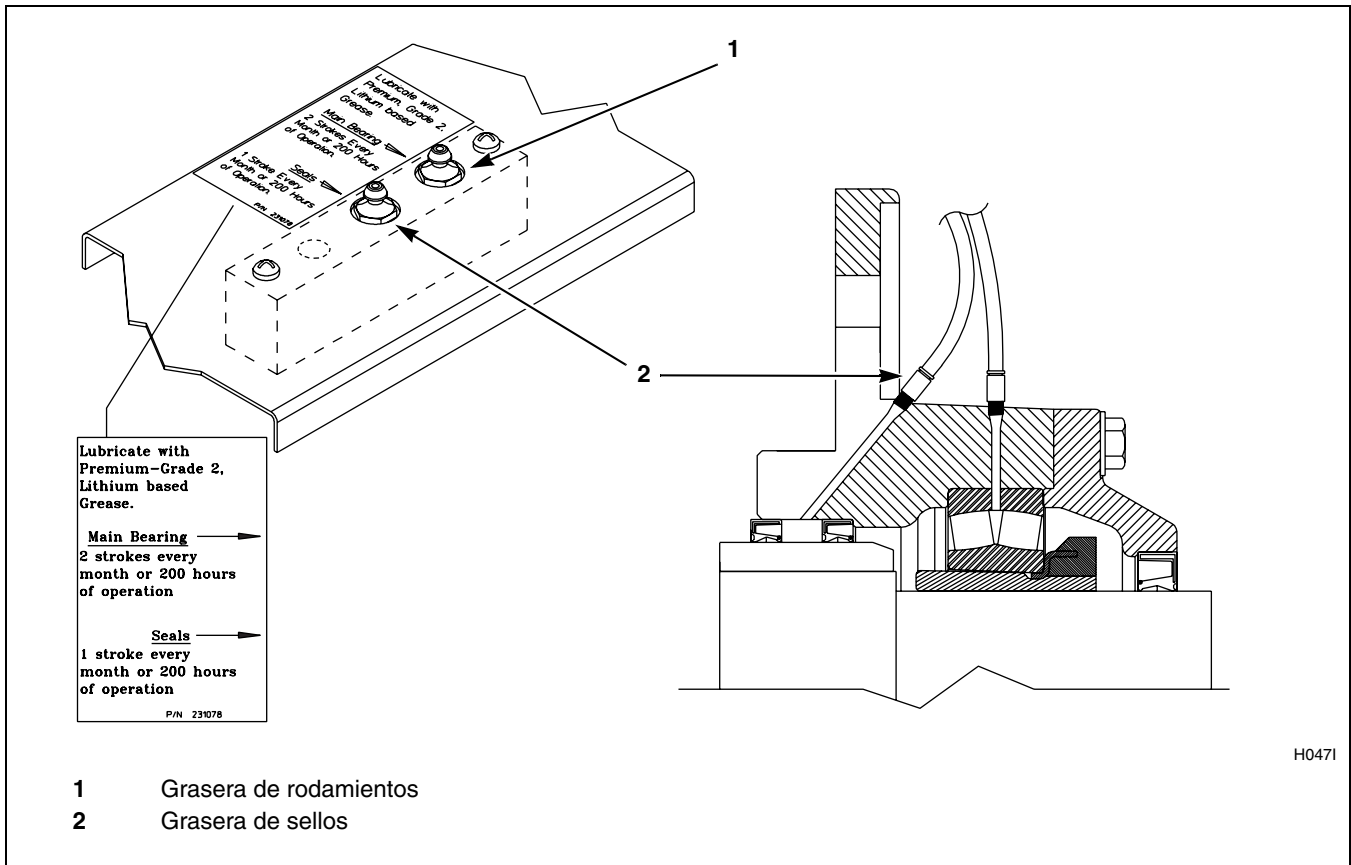

Figura 14
3. **En los modelos de 80 libras de capacidad solamente**, lubrique los rodamientos y sellos una vez al mes O después de cada 200 horas de uso. Consulte la *Figura 14*.